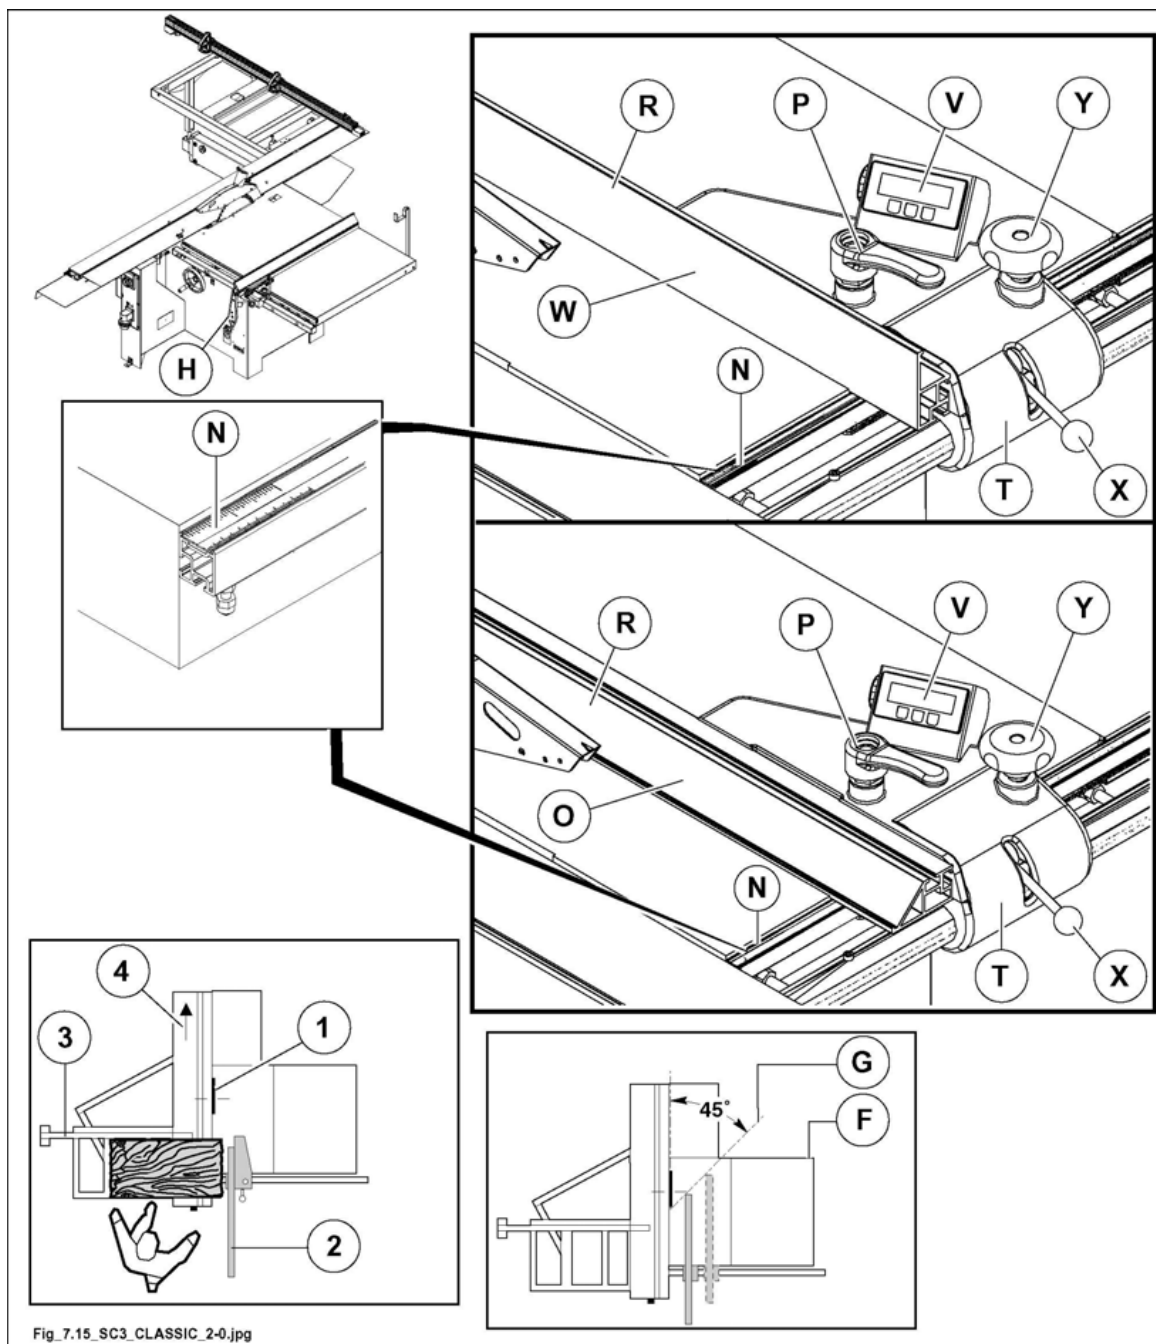

Abb. 7.15
- 2) An der Anzeige (V Abb. 7.15) Tasten  und  gleichzeitig drücken (Voreinstellungsmass erscheint), sich vergewissern, dass Symbol  angezeigt ist.
- 6) Zur Nulleinstellung der Millimeterschiene (N Abb. 7.15) siehe Abs. 7.14.1.
Zur Verstellung des Anschlaglineales (R Abb. 7.15) in Längsrichtung hebel (P Abb. 7.15) lösen; nach Verstellung hebel festklemmen.
Das vordere Ende der Zeile darf nie am Ende des Tisches auf der Seite (F Abb. 7.15) herausragen, aber muss eine imaginäre Linie (G Abb. 7.15) erreichen, die am ersten Zahn an der Klinge beginnt und um 45° nach vorne geschoben wird. Dies soll verhindern, dass die Sägezähne beim Heben das Werkstück ergreifen und es gegen den Bediener schleudern.
Lineal (R Abb.7.15) kann 2 verschiedene Positionen einnehmen nach Lösen des Hebels (P Abb.7.15):
- 1) Vertikalstellung mit der dem Holzstück zugewandeten Seite (W Abb. 7.15) (an der Anzeige Taste  drücken bis Symbol  erscheint).
- 2) Horizontalstellung (Abb. 7.15) für Schnitte von dünnen Teilen und für Schrägschnitte (an der Anzeige Taste  drücken bis Symbol  erscheint).
solche Position ermöglicht den Vorschub des Holzstückes durch den mitgelieferten Schiebestock (H Abb. 7.15).
- hebel (X Abb. 7.15) lockern;
- das Führungsaggregat (T Abb. 7.15) mit der Hand verschieben, wobei man sich auf das Meterlineal (N Abb. 7.15) oder auf den Anzeiger (V Abb. 7.15) bezieht.
- durch Drücken und Drehen des Knaufes (Y Abb. 7.15) vornehmen.
- Den Hebel (X Abb. 7.15) nach erfolgter Einstellung wieder festspannen.
Gebrauch der Längsführung (2 Abb. 7.15), um einen Gegenschlag während des Querschnitts zu vermeiden.
Während des Schnitts durch die Querführung (3 Abb. 7.15) muss das vordere Ende der Längsführung(2 Abb. 7.15) vor dem vorderen Ende der Klinge (1 Abb. 7.15) positioniert sein, bzw. es darf nicht mit dem Werkstück in Berührung kommen.